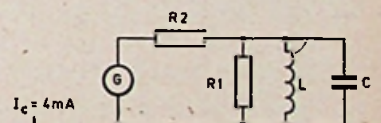

Fig. 2
④ In de in fig. 2 getekende schakeling levert de generator G een sinusvormige wisselspanning. De effectieve waarden van de stromen door R_1 , L en C bedragen respectievelijk 6, 12 en 4 mA.